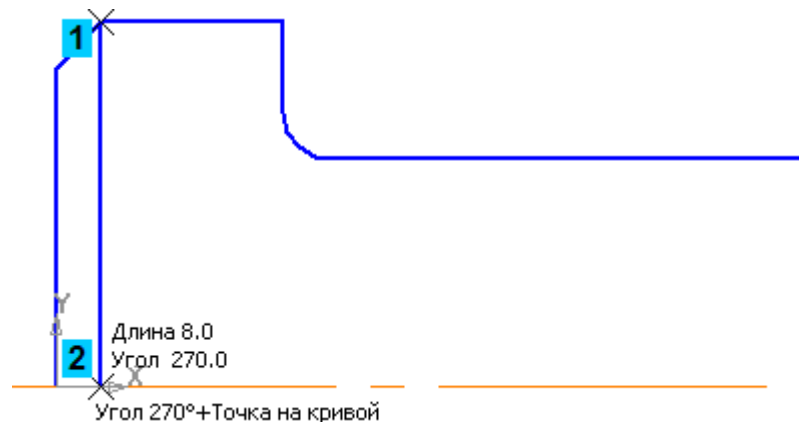

Рисунок 10.
- Постройте отрезок 1–2 (рис. 10).